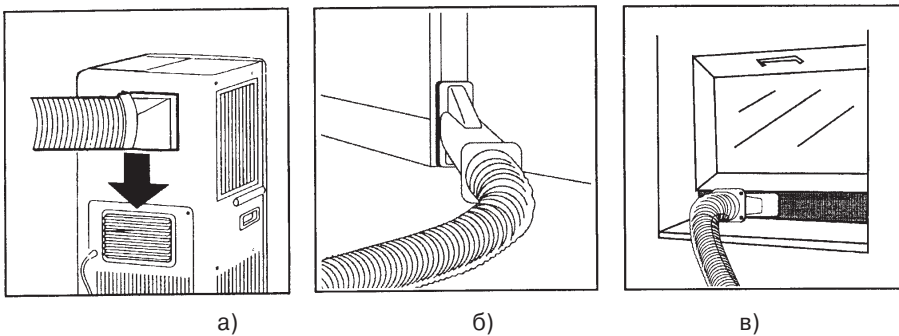

Рис.4.4
- Подключите квадратный конец воздухоотводящей трубы к порту в соответствии рис. 4.4 а).
- Другой конец трубы выведите в оконный или дверной проем в соответствии с рис. 4.4 б, в.